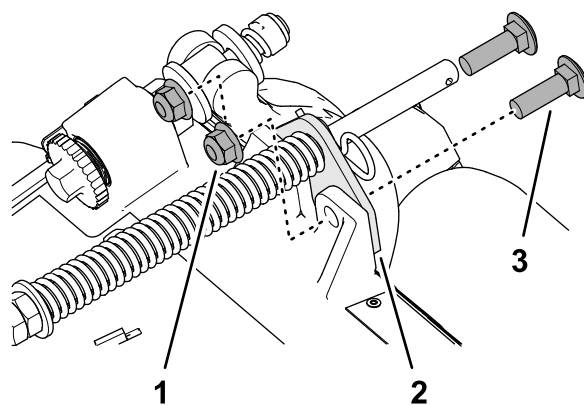

Figure 8
2. Retirez les 2 contre-écrous à embase ($\frac{3}{8}$ ") et 2 boulons de carrosserie ($\frac{3}{8}$ " x $1\frac{1}{4}$ ") qui fixent le support du compensateur au cadre de l'unité de coupe (Figure 8).